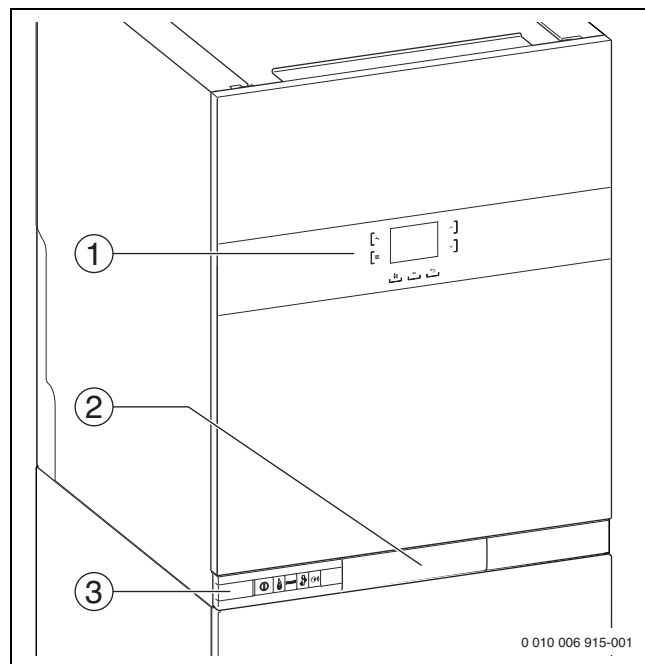

Рис. 7 Элементы управления
- Установленный в котёл пульт управления с регулированием по наружной температуре (→ рис. 7).